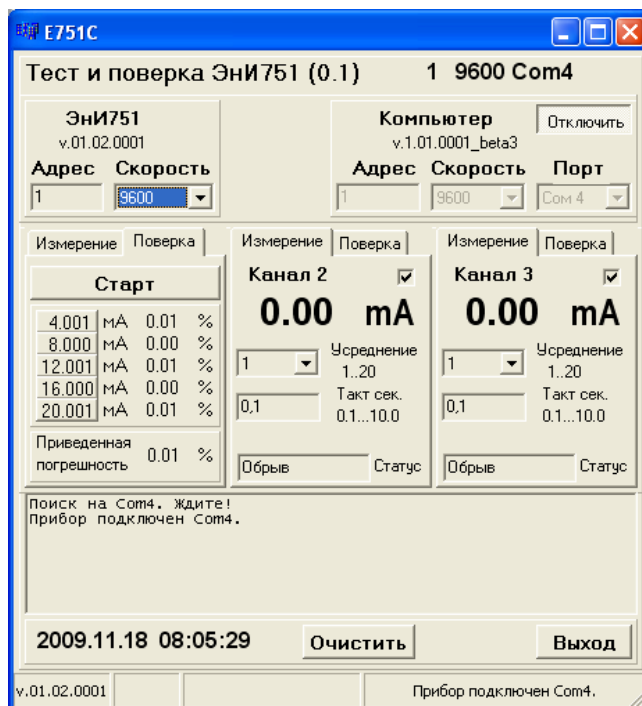

Рисунок 9 – Расчет окончательного значения погрешности
9.8.9. После завершения поверки точки 8 мА повторить п. 9.8.8. для значений входного тока 12, 16 и 20 мА. Окончательное значение приведенной погрешности для канала 1 появится после завершения измерения в поверочной точке 20 мА (Рисунок 9). На кнопке по-